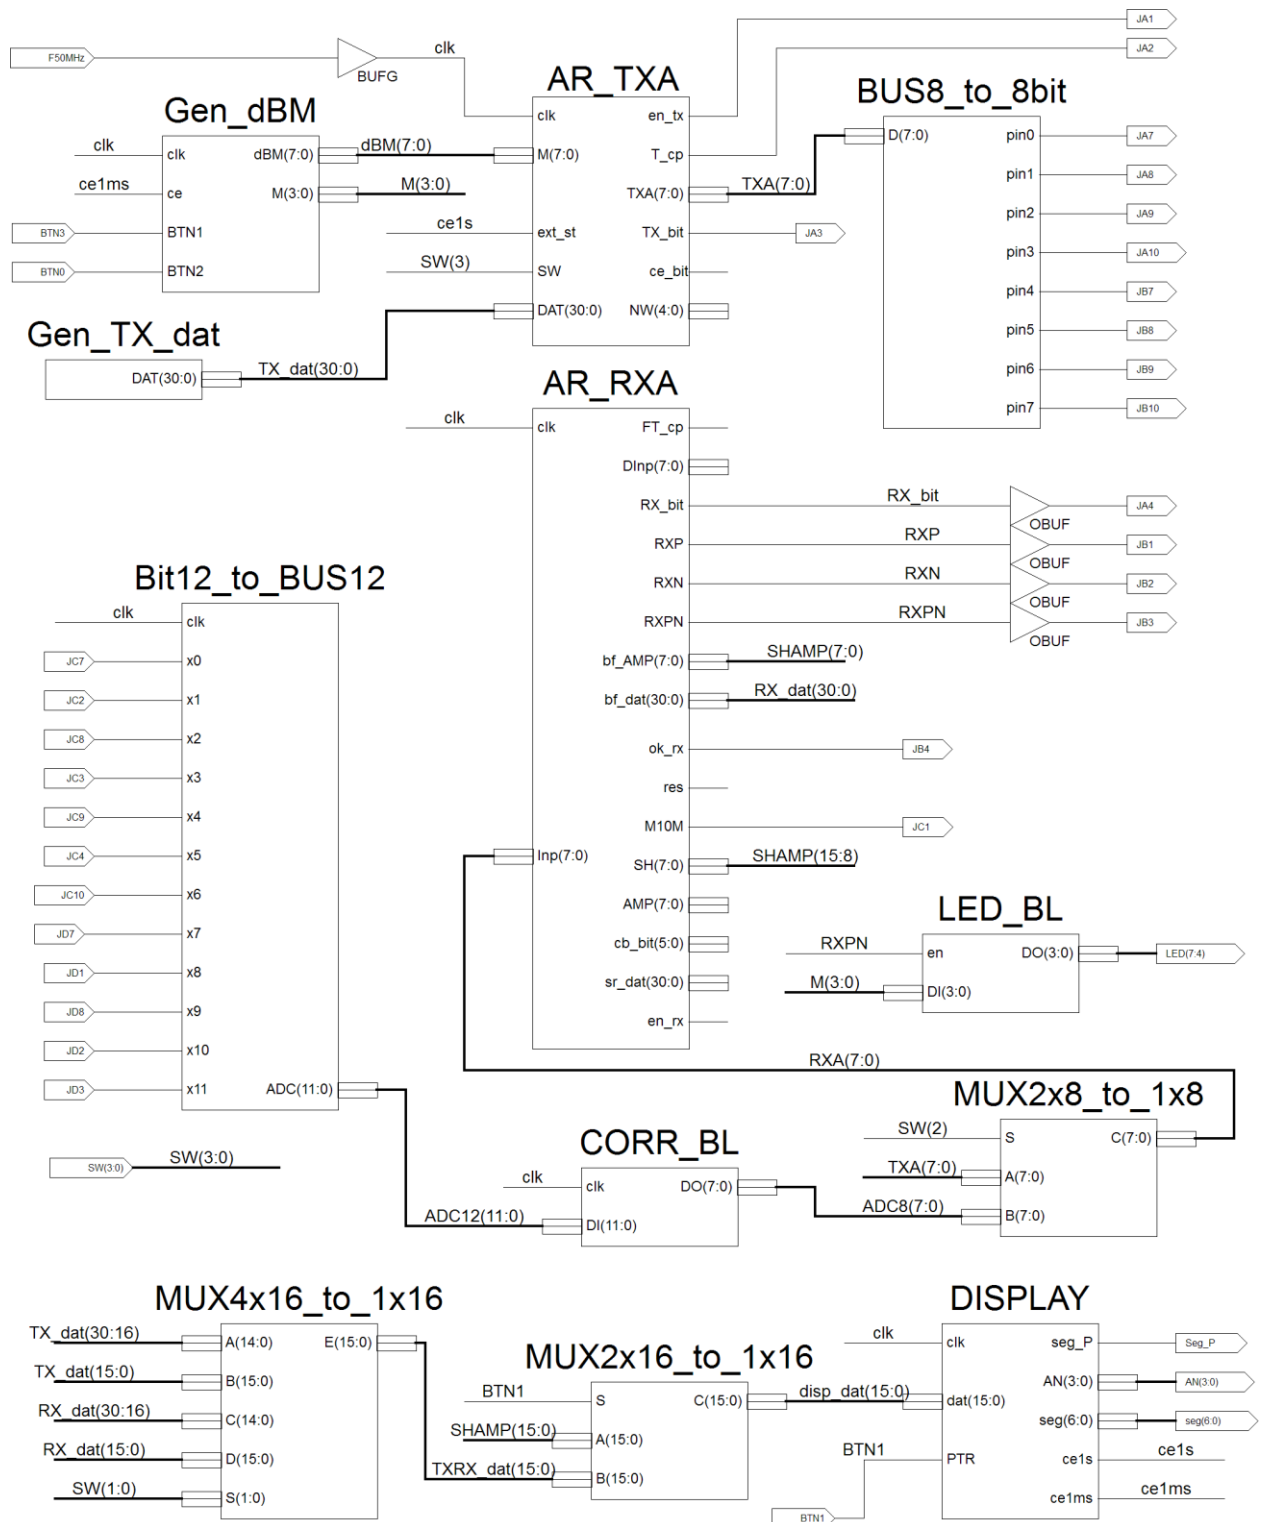

Рис.4 Схема лабораторной работы S\_Sch\_Lab405ADC
3.3 Начертить в тетради схему лабораторной работы рис.4.
- 5.2 При работе в Schematic на листе схемы S\_Sch\_Lab405ADC разместить все необходимые символы и соединить их в соответствии с рис.4.